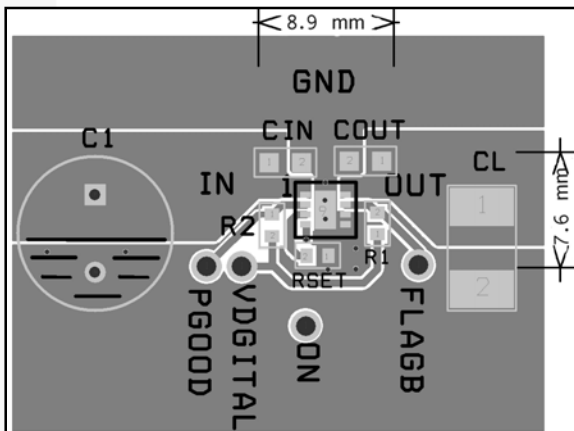
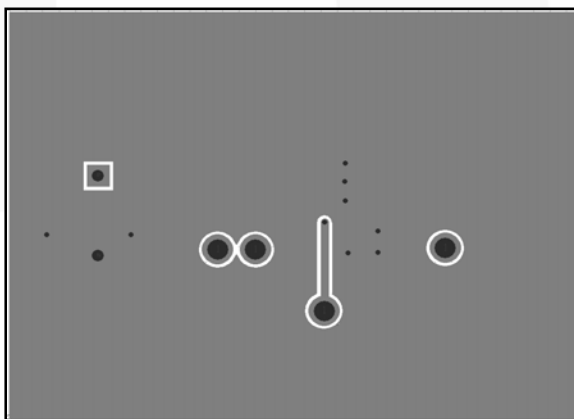

图 42. 输出和接地铜片正确布局(顶视图, SST, 以及 iAST 层)
图 43. 正确布局（底面图和 ASB 层）
若要实现最佳效果，所有的线路应尽量短。若要实现最高效率，输入和输出电容应尽可能靠近器件放置，从而尽量降低正常和短路工作时的寄生电感。图 42 IN, OUT 和 GND 引脚使用较宽敷线，有助于降低寄生电感，以及壳至环境的热阻。
3. IN、OUT 和 GND 引脚可耗散在高负载电流条件期间产生的大部分热量。强烈推荐采用图 42 和图 43 中的建议布局，它说明了器件在 MLP 3x3 封装中的正确布局。将 IN, OUT 和 GND 引脚连接至铜片，从而尽量将器件的热量传输出来。低功率 FLAGB 和 ON 引脚敷线应远离器件，尽量增大接地垫的面积。尽可能靠近器件放置输入和输出电容。